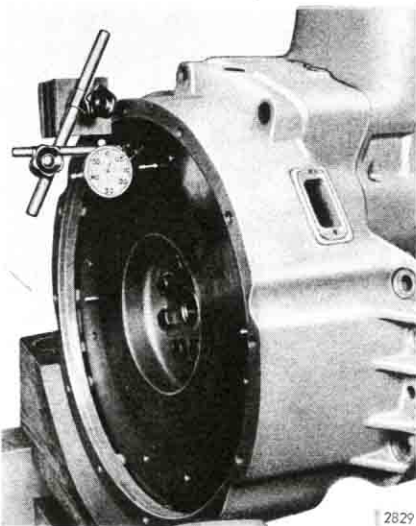

Fig 21. Kontroll av svänghjulets axialkast.
- 18-23. Kontrollera att radial- och axialkasten inte överstiger tillåtna värden. Radialkastet får inte överstiga 0,20 mm (fordon med hydraultransmission 0,10 mm) och axialkastet får inte överstiga 0,11 mm vid 170 mm mätradie. Se till att vevaxelns axialspel ej påverkar mätresultatet, se fig 21 och 22.